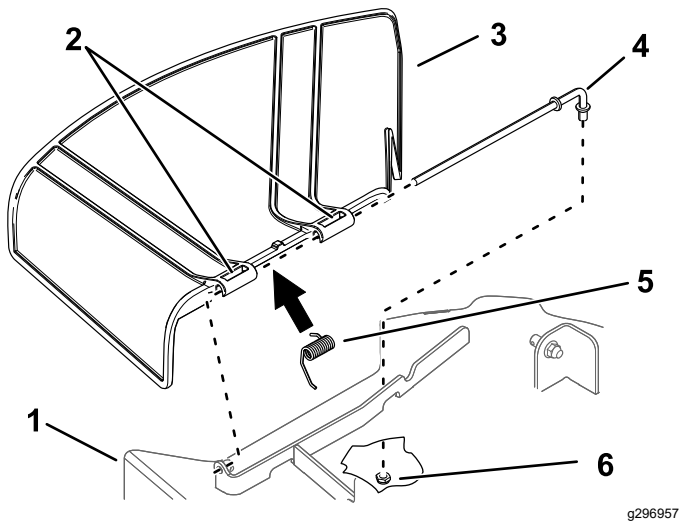

Figura 74
1. Togliete il dado ( $\frac{3}{8}$ " ) dall'asta sottostante il tosaerba (Figura 74).
2. Estraete l'asta dalla staffa del piatto di taglio, dalla molla e dal deflettore dell'erba (Figura 74).
4. Montate il deflettore dell'erba tagliata nuovo (Figura 74).
7. Fate scorrere l'asta attraverso il secondo perno del deflettore dell'erba (Figura 74).
9. Fissate l'estremità posteriore dell'asta nel tosaerba con un dado ( $\frac{3}{8}$ " ), come mostrato in Figura 74.